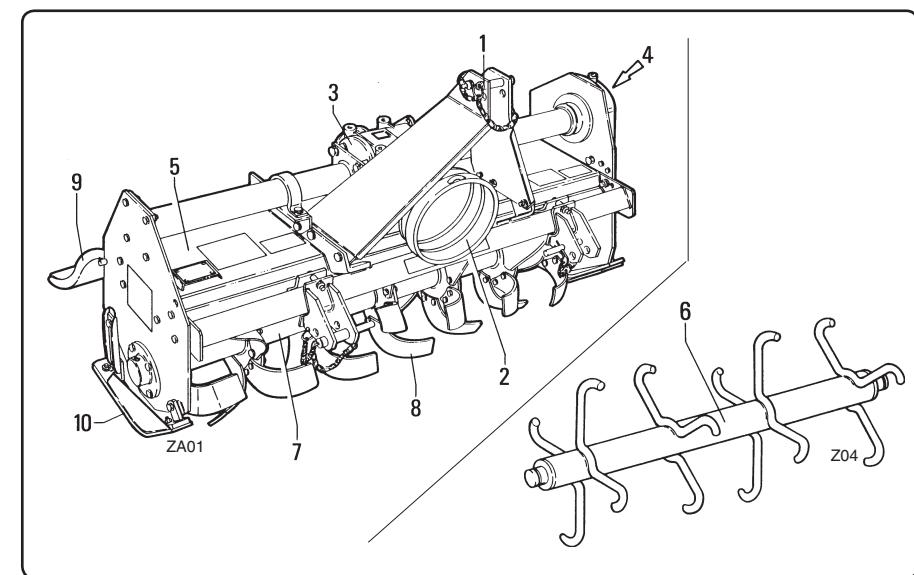

fig. 1.3.1
1.3 Hauptteile (Abb. 1.3.1)
Legenda parti principali fig. 1.3.1